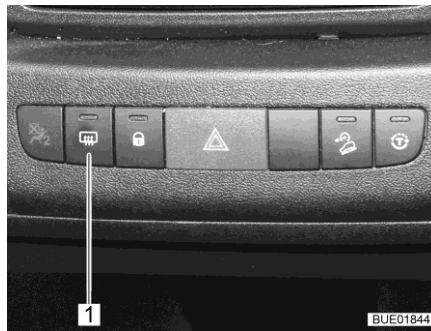

Fig. 43 Interruptor de calefacción de los retrovisores exteriores
- Pulsar el interruptor (Fig. 43,1) en el salpicadero. La luz de control en el interruptor indica el funcionamiento.